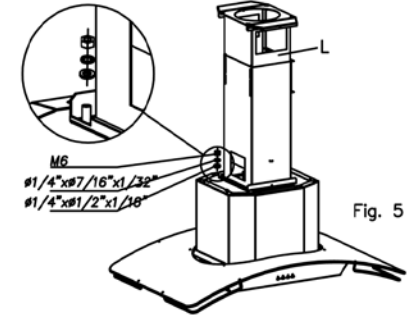

Fig. 5
• Fixer la structure vissée (L) à la hotte à l'aide des vis indiquées (Fig. 5).